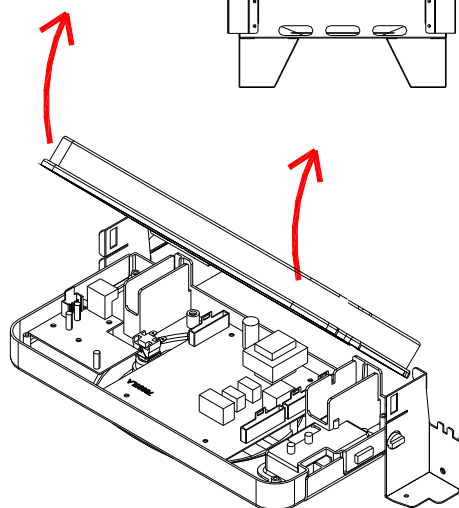

Fig. 3
2. svitare le quattro viti di fissaggio e rimuovere il carter (fig. 3);